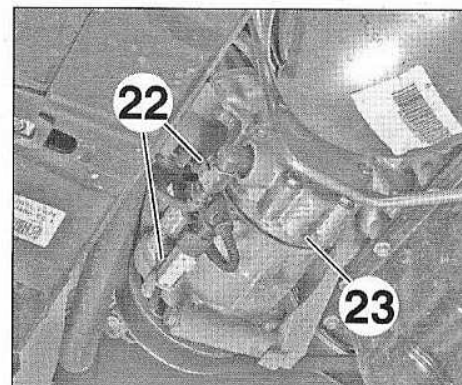

FIG.23
- Dévisser et écarter les canalisations de prise de pression (24) (Fig.23).
- Desserrer la vis (25).
- Pousser l'alternateur (26) vers l'extérieur et le déposer.